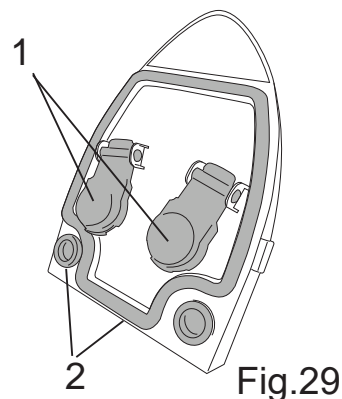

Fig.29
- Rode a tampa e certifique-se de que os flutuadores se podem mover livremente (Fig.29-Ref.1).
- Limpe as juntas com um pano húmido (Fig.29-Ref.2).